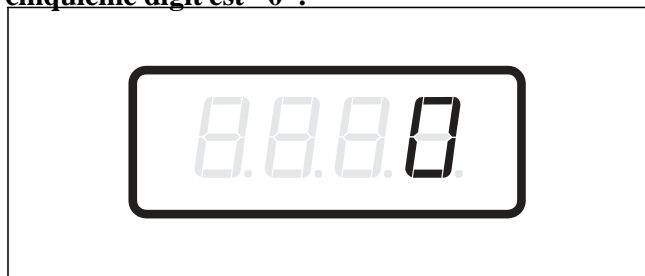

Figure 17
4. Lorsque "AtS5" s'affiche, appuyer sur la touche DEMARRAGE (Enter). Le Prix de vente #5 comprend cinq digits. Le cinquième digit s'affiche et clignote par intervalles d'une seconde. Se référer à la *Figure 17*.